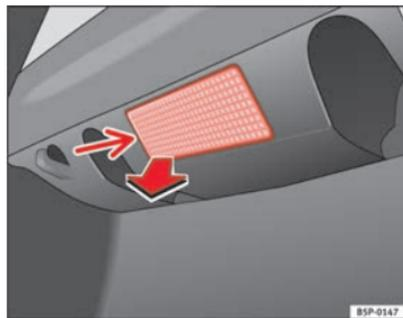

Fig. 149 Luz do porta-bagagens
- Extraia a tulipa pressionando o rebordo da parte interior da mesma - seta - com a ajuda da ponta de uma chave de fendas ⇒ fig. 149.